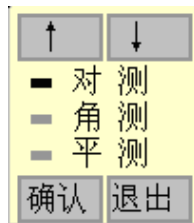

图 4.7 测试方式选择
8. 测试方式：测试类型有三种，分别为对测、角测和平测，用户可以根据现场测试的实际情况进行选择，选择界面如图 4.7 所示